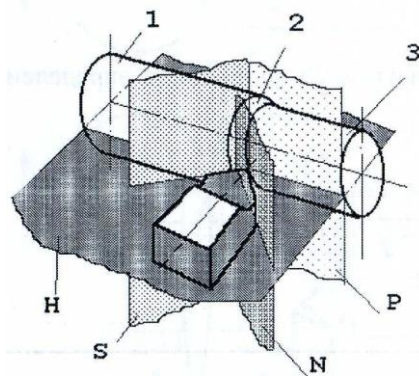

Рис.5.
10. Перечислите элементы системы координат при точении (Рис.5.):